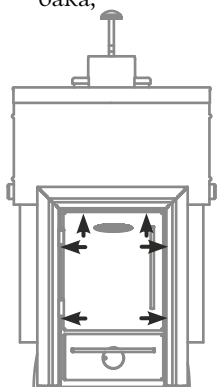

Рисунок 7. Винты для демонтажа дверцы при монтаже печи-кондиционера.
- 1) открутить саморезы 6 шт., которыми прикрепляется дверка с рамкой к топливному каналу и снять ее; (см. рисунок 7)